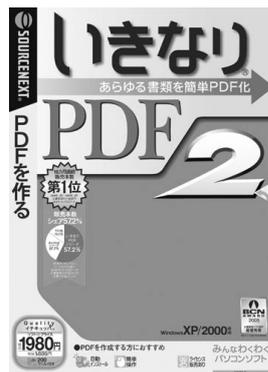

図 3 いきなり PDF 2
- PDFファイルを開き（無料のAdobe Readerでかまいません）、ファイルがきちんと作成されているかを確認します。詳細は図3をご参照ください。